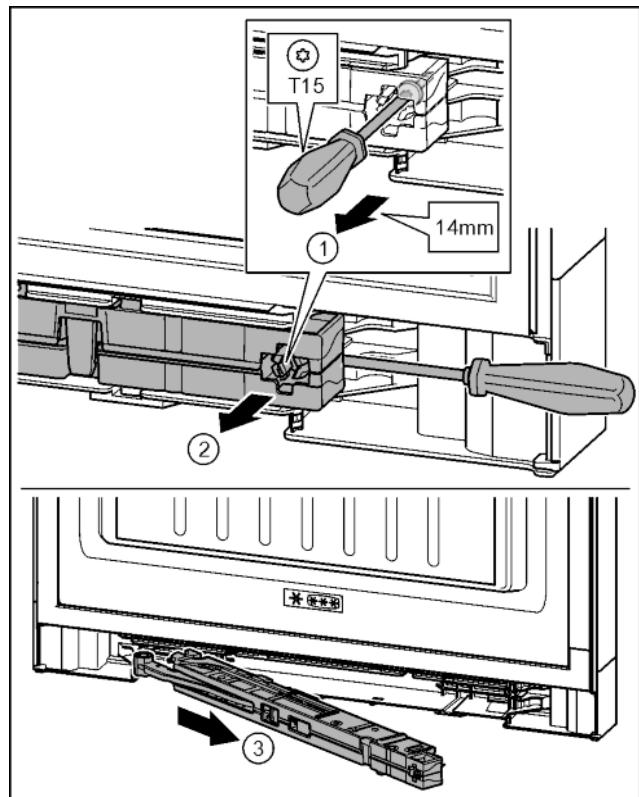

Fig. 17
- Ослабить винт на узле амортизатора с помощью отвертки T15 примерно на 14 мм. Fig. 17 (1)
- Переместить отвертку со стороны ручки за узел амортизатора. Повернуть узел вперед. Fig. 17 (2)
- Вытащить узел амортизатора. Fig. 17 (3)